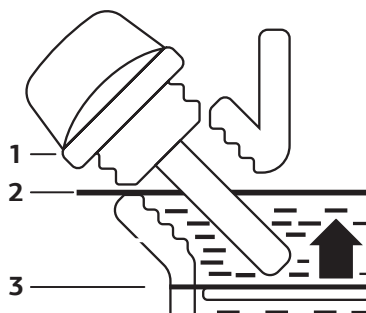

Рис. 7
- Для проверки уровня масла введите щуп в заливную горловину, но не ввинчивайте. Если щуп остался сухим, долейте масло до необходимого уровня (Рис. 7).